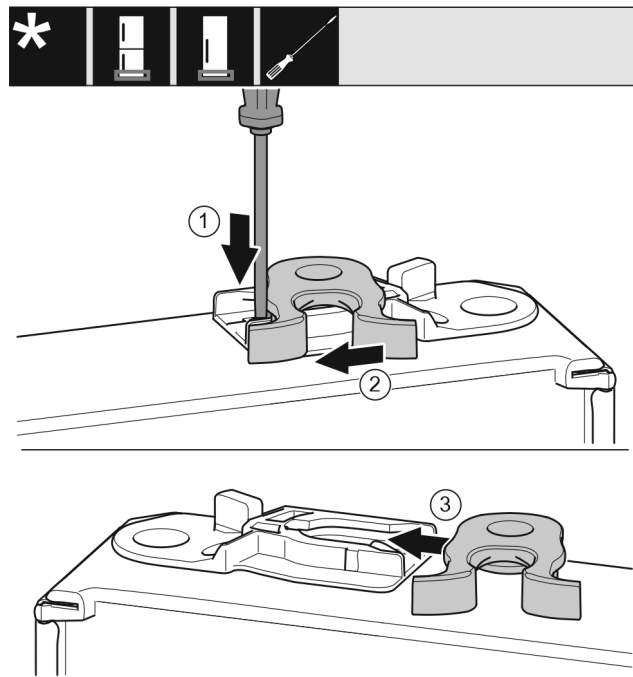

Fig. 23 *
- Tryck ner skenan Fig. 23 (1) med spårskruvmejsel.*
- Dra stängningskroken Fig. 23 (2) ur styrningen.*
- Skjut in stängningskroken Fig. 23 (3) på styrningens andra sida.*